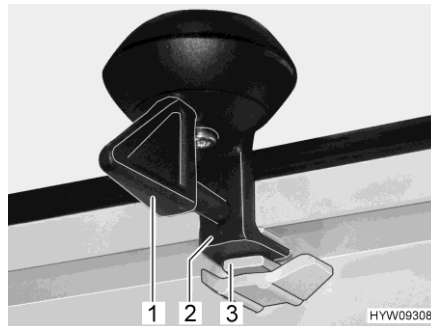

Fig. 30 Bloccaggio (posizione di ricircolo d'aria)
- Ruotare la leva (Fig. 30,1) di un quarto di giro. Il bloccaggio (Fig. 30,2) deve entrare nella rientranza superiore (Fig. 30,3).